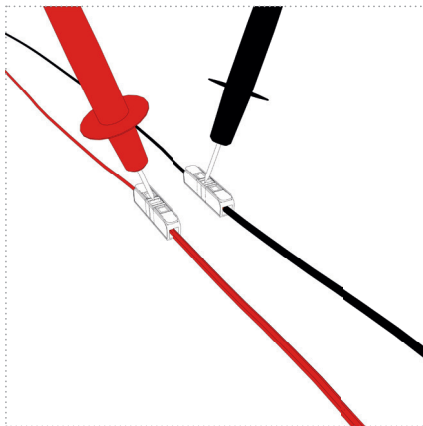

Figure 20
5. Enfichez/vissez à nouveau le fusible du circuit de l'unité UV et vérifiez la tension réseau correcte aux ouvertures de test des bornes de connexion (figure 20).